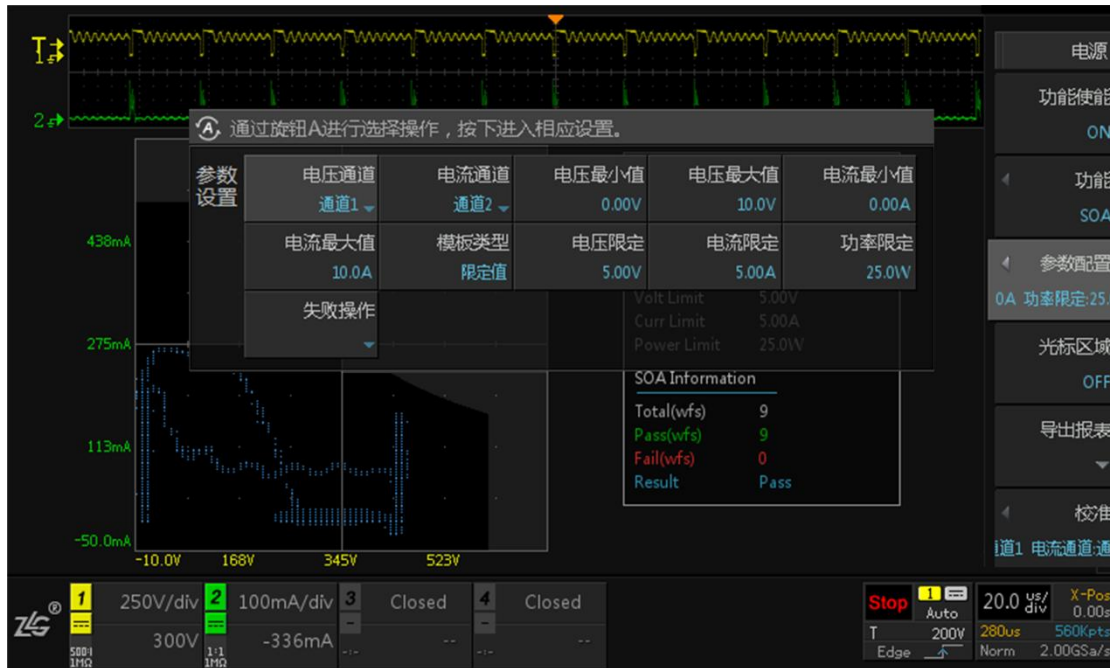

图 7.30 SOA 参数设置
(2)、调节好电流探头和电压探头的探头比率后，点击【Analyze】进入电源分析测试界面，在【功能】中选择【SOA】，点击【参数配置】进入参数设置界面，如图 7.30 所示。